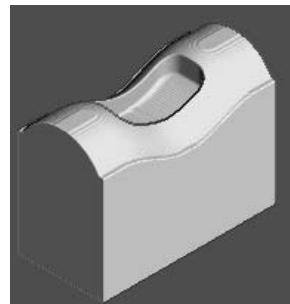

图 5-20 仿真加工结果 1
2) 在“仿真”工具栏的“当前刀具路径”下拉列表中选择要模拟的刀具路径 rough，然后单击“执行”按钮 $\triangleright$ ，系统开始自动仿真加工，仿真加工结果如图 5-20 所示。